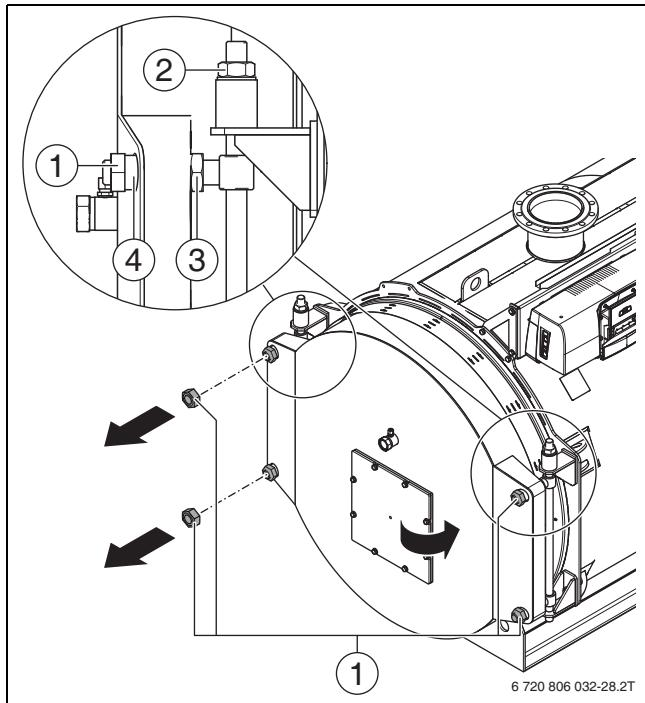

Рис. 18 Открытие двери горелки
- ▶ Заверните гайки (→ рис. 18, [1]) на осях шарниров [4], и притяните дверь до уплотнительных поверхностей.